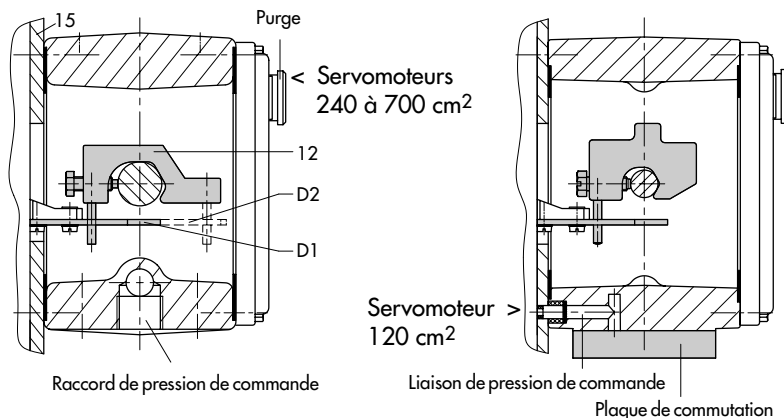

Fig. 3 · Montage intégré sur servomoteur type 3277 (montage à gauche en regardant le positionneur du côté des raccords pneumatiques)
**Attention :** le positionneur ne possède pas d'évent, l'échappement a lieu par les accessoires de montage. (Voir fig. 3, 5 et 6).
Pour les servomoteurs avec "Tige sortant par ressorts", en regardant le servomoteur du côté raccord de pression ou plaque de commutation (fig. 3), le montage du positionneur doit avoir lieu sur le côté gauche du servomo-
Pour le montage (fig. 3 et 4), visser premièrement l'étrier (12) sur la tige de servomoteur à l'intérieur du carter. Contrôler que la vis de blocage se trouve bien dans la rainure de la tige de servomoteur. Fixer le levier correspondant D1 ou D2 sur le levier de transmission du positionneur.
de commutation (fig. 3, à droite) et non par le bloc de liaison.